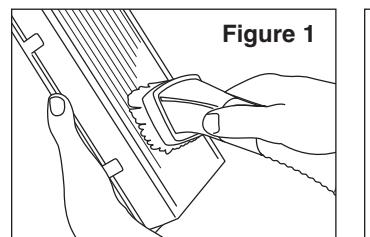

Figure 1
6. To clean the PERMATECH™ filter use a brush attachment with your vacuum cleaner. Run the attachment along the inlet and outlet side of the filter trying to clean between the pleated filter layers. (Figure 1)
- Témoin d'entretien du filtre (O) – Votre purificateur d'air est doté d'un témoin qui s'allume lorsque vient le moment de nettoyer les filtres PERMATECH™.
- Nettoyez le filtre PERMATECH™ à l'aide d'un sucre plat ou d'un accessoire de votre aspirateur. Faites passer l'accessoire le long des côtés d'entrée et de sortie du filtre, en prenant soin de nettoyer entre les couches plissées du filtre (figure 1).